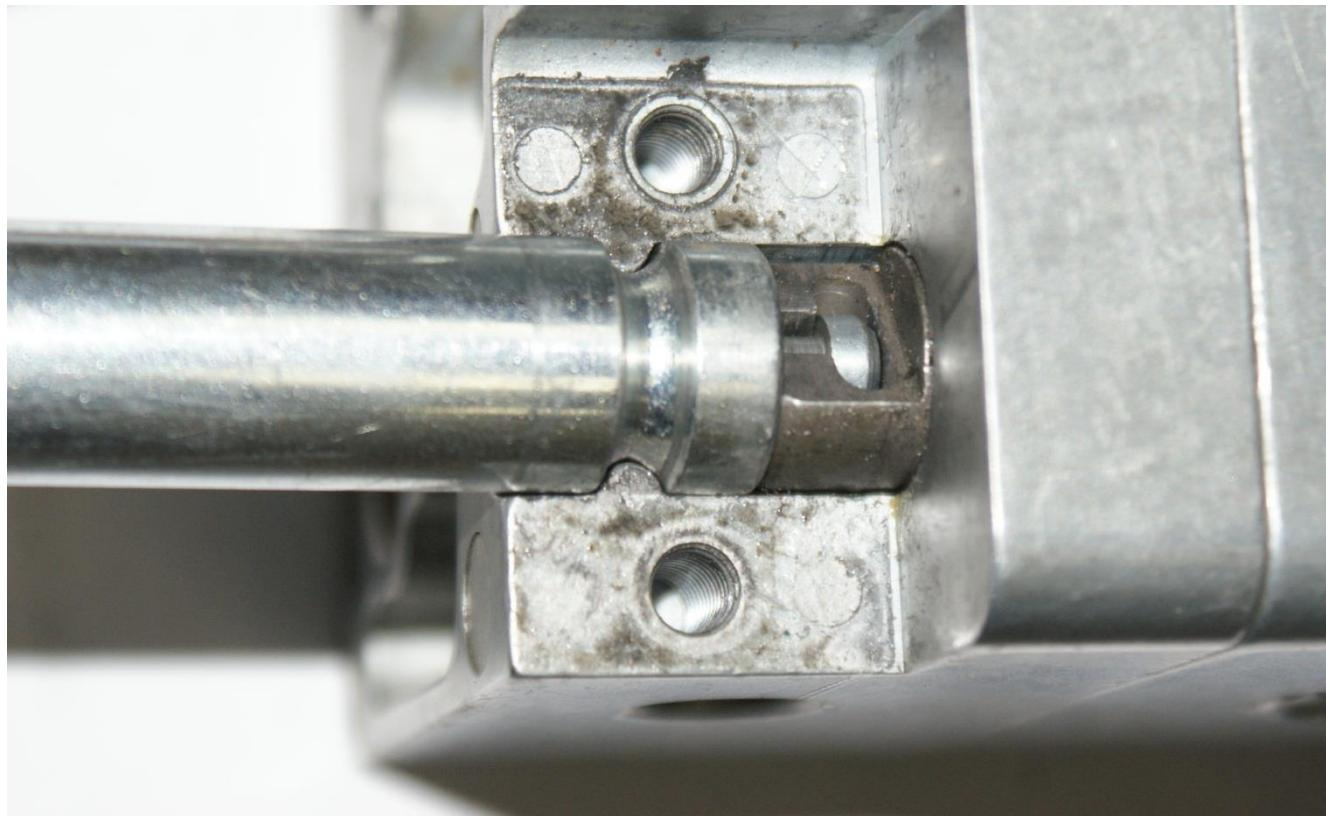

Рисунок 2.20
- установить хвостовик троса в паз оси. Наконечник рубашки, в котором передвигается трос, должен попасть кольцевой проточкой в буртик в теле джойстика, (рис. 2.20);